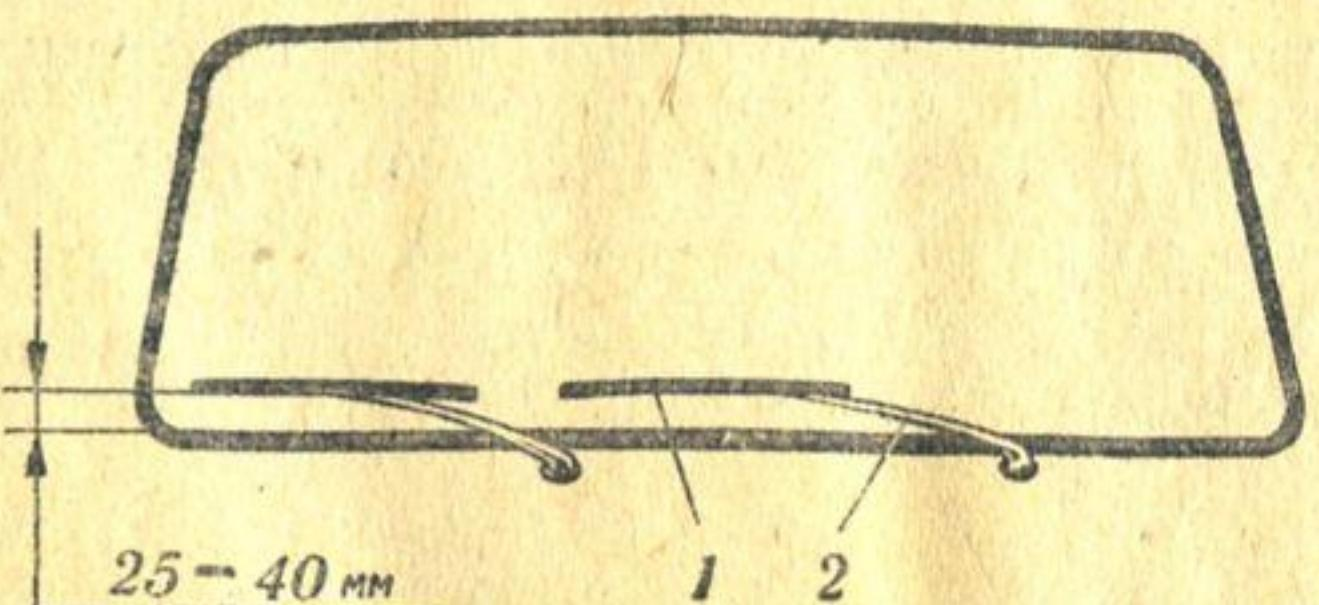

Рис. 1. Правильное положение щеток стеклоочистителя:
3. Установите рычаги щеток стеклоочистителя: при установке на валики расположите щетки так, как показано на рис. 1. При этом щетки должны находиться на расстоянии  $25 \pm 40$  мм от уплотнителя ветрового стекла. Включите стеклоочиститель и проверьте его в работе на первой и второй скоростях (работа щеток по сухому стеклу не допускается). Если при проверке окажется, что щетки ударяются об уплотнитель ветрового стекла или о панель кузова, то соответственно переставьте рычаги щеток относительно валиков.